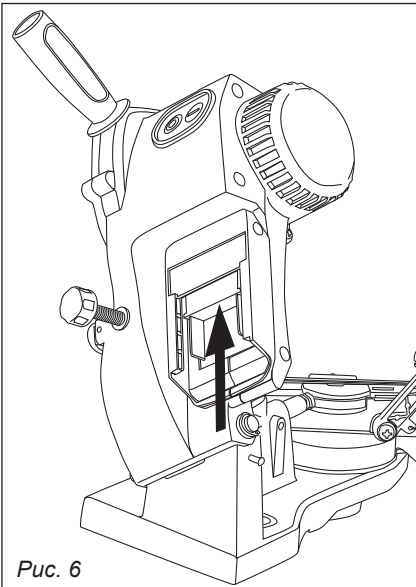

Рис. 6
2. Установите заряженный аккумулятор в предназначенный для него отсек на корпусе станка. Нажмите до характерного щелчка, убедитесь в надежной фиксации (рис. 6).